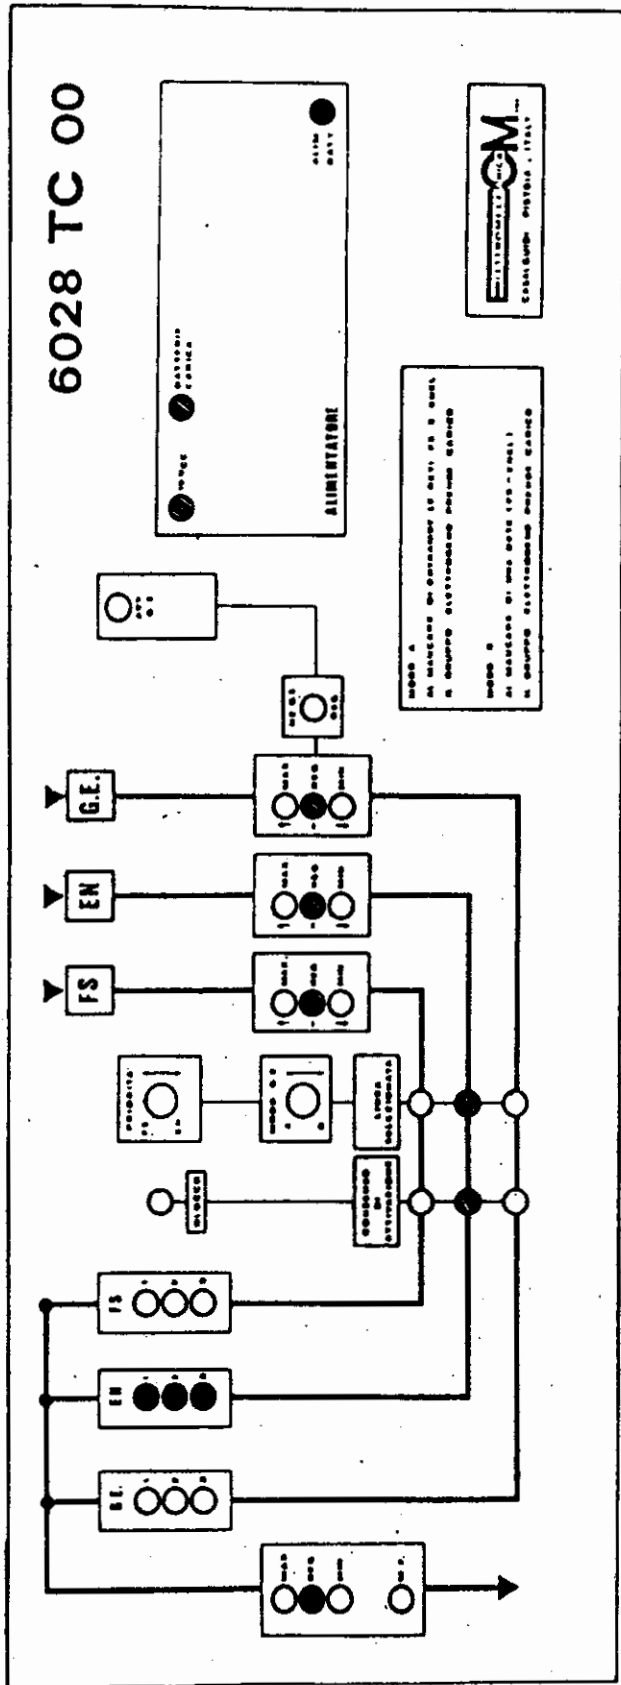

FIG. 4
- 9) Chiudere l'interruttore automatico di ingresso G.E. dopo alcuni secondi la situazione dei Led sul Rack sarà come in fig.4:
- 11) Premendo di nuovo il pulsante "AVV. G.E." si tornerà alla situazione precedente di fig.4.